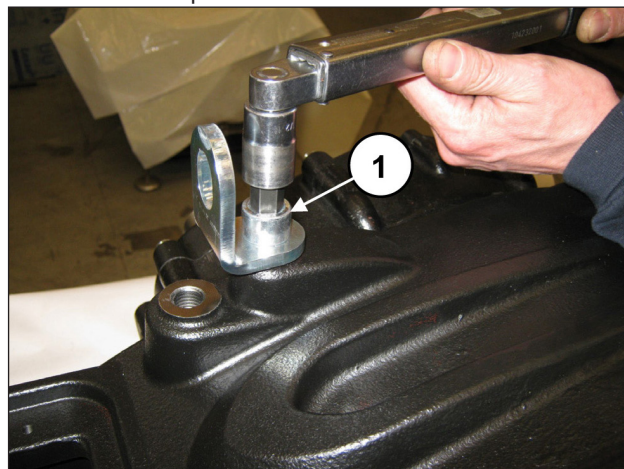

Fig. 95
Engager la clavette 14x9x60 dans le pignon. Monter les bouchons et les étriers de levage à l'aide des vis M16x30 (rep. ①, Fig. 95).